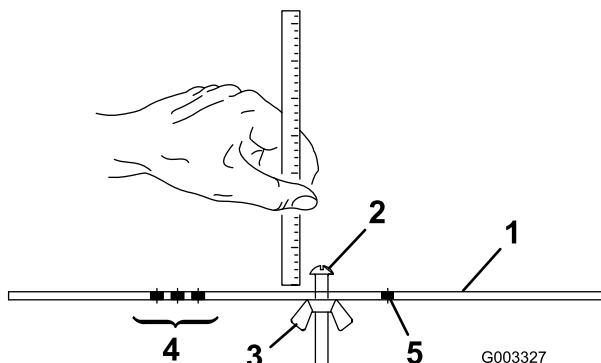

Figure 20
2. Desserrez l'écrou du gabarit (Figure 20) et tournez la vis de réglage de manière à obtenir la hauteur de coupe voulue.